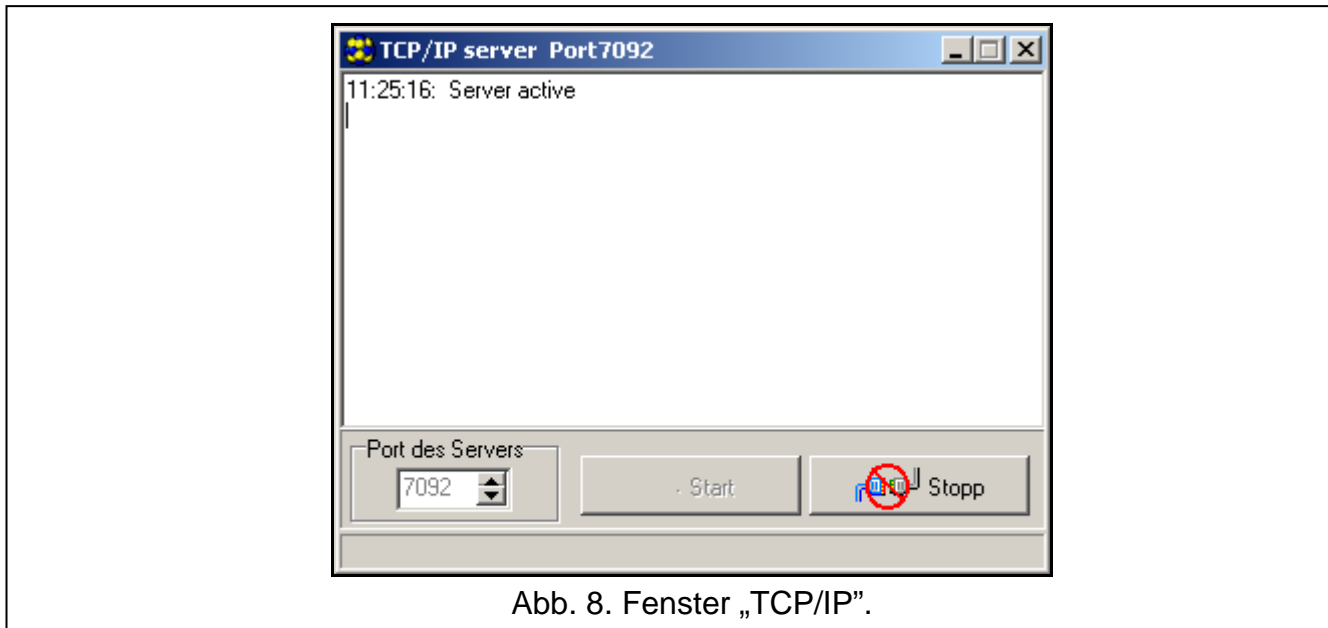

Abb. 8. Fenster „TCP/IP“.
2. Wählen Sie aus dem Menü „Kommunikation“ die Option „TCP/IP“. Im geöffneten Fenster wird eine Information zur Aktivierung des Servers angezeigt (siehe: Abb. 8).